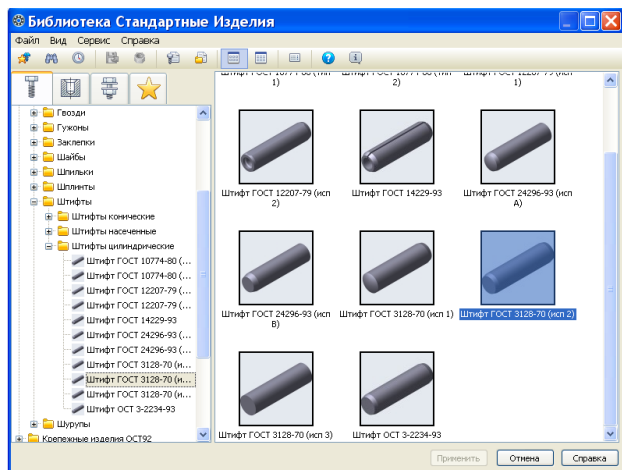

Рисунок 90.
2. Откройте «Библиотеки – Стандартные изделия, раздел «Штифты», выберите «Штифт ГОСТ 3128-70 исп. 2». Задайте геометрические параметры: Диаметр – 3мм, Длина- 20мм (рисунок 90 и 91).